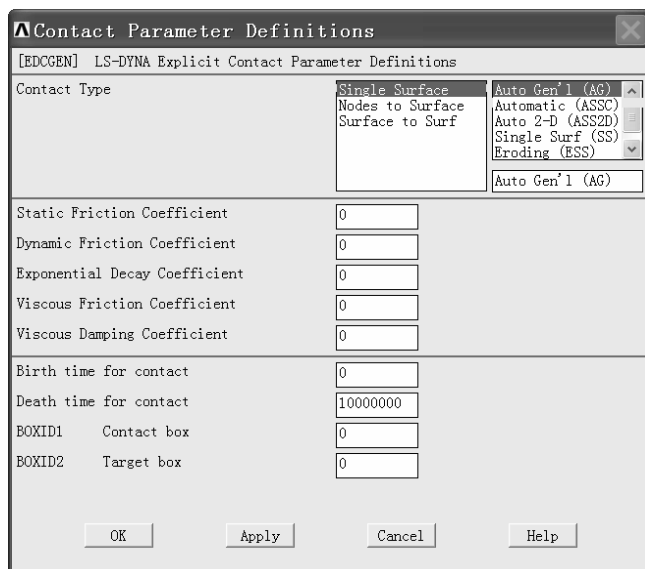

图 2-172 “Contact Parameter Definitions”窗口
(1) 依次选择 Main Menu>Preprocessor>LS-DYNA Options>Contact>Define Contact, 弹出“Contact Parameter Definitions”窗口(见图 2-172)。